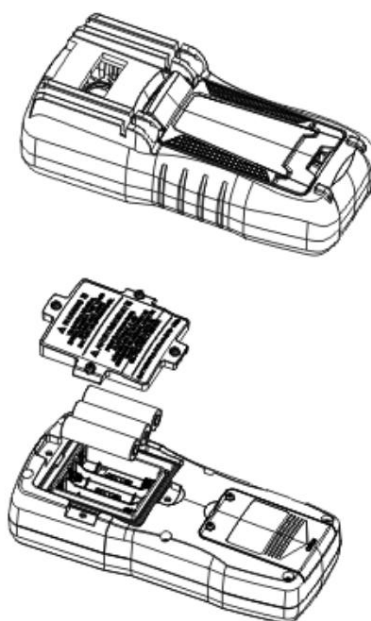

Figura 17
2. Înlocuirea bateriei (Figura 17)